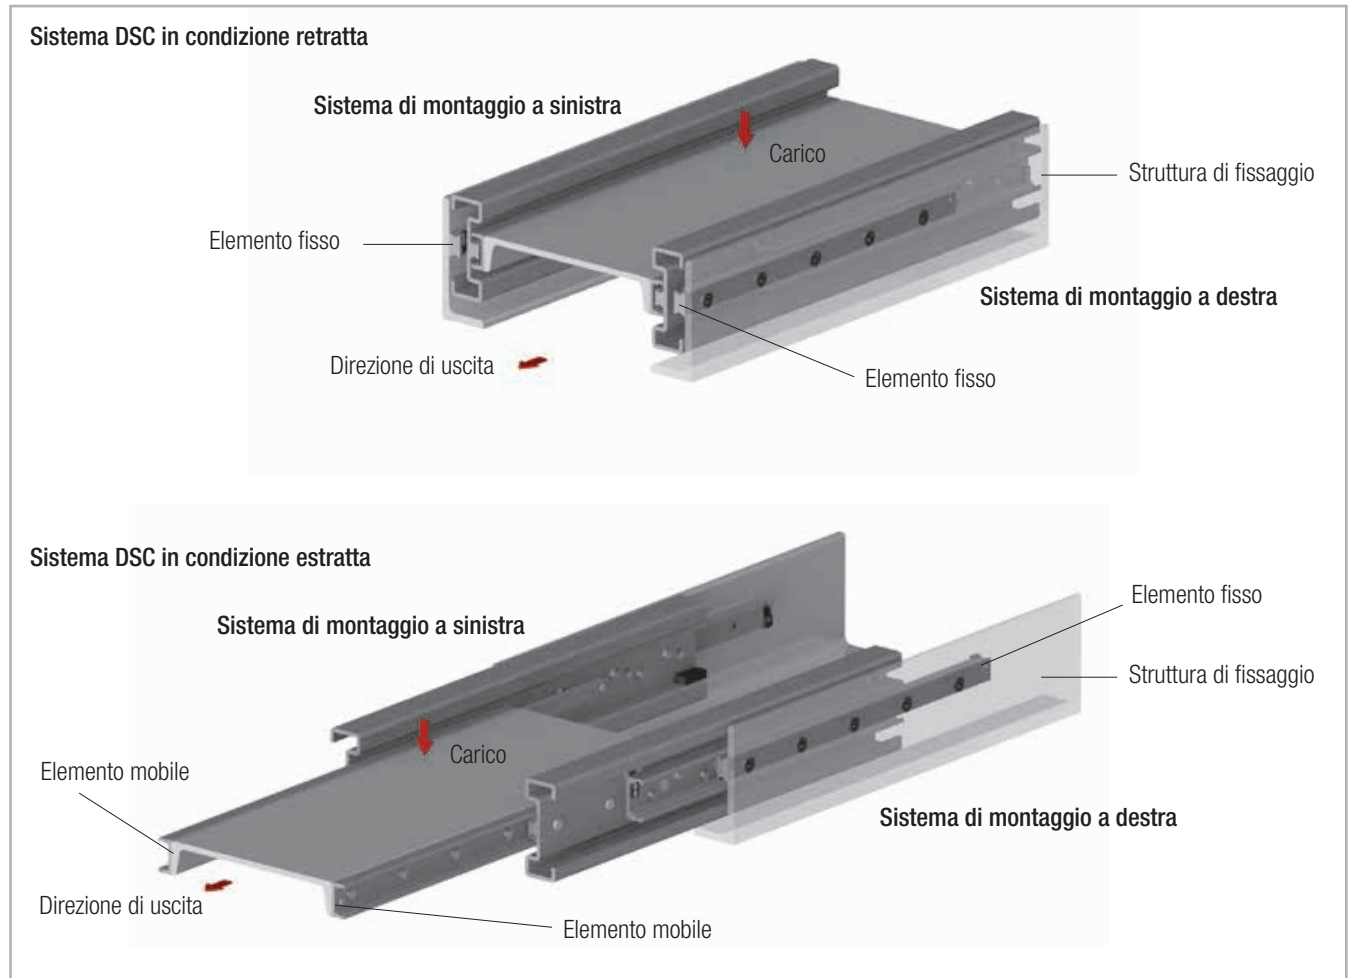

Fig. 76
- Nel montaggio è necessario accertarsi che il carico sia montato sull'elemento mobile (vedere fig. 76). Un montaggio invertito pregiudicherebbe il corretto funzionamento.